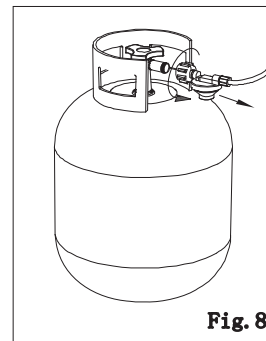

Fig. 8
5. When cylinder is empty, disconnect the regulator and the cylinder as per Fig.8.
5. Lorsque la bonbonne est vide, débranchez le régulateur et la bouteille selon la figure 8.